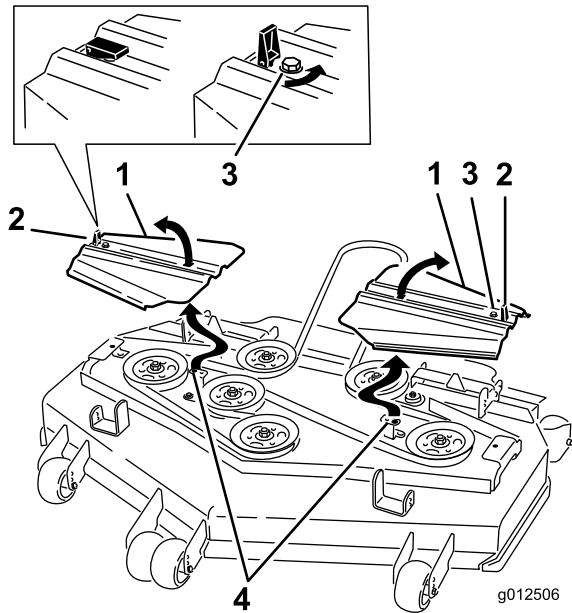

Figure 65
14. Posez les couvercles de courroies en engageant les languettes dans les rainures. Posez les vis et fermez les verrous (Figure 65).